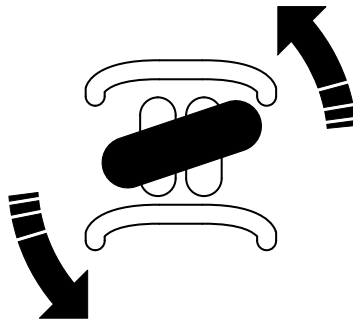

Figure 17
- Pour tourner à gauche, tournez la commande de déplacement dans le sens antihoraire (Figure 17).